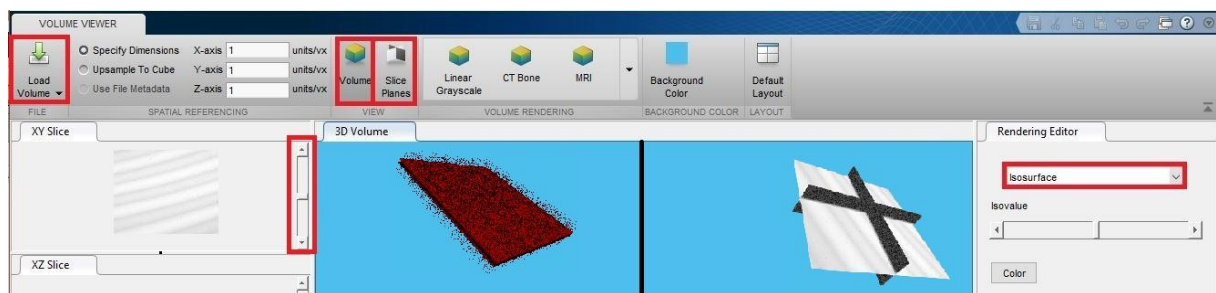

Abbildung 11: Oberfläche des VolumeViewer
- Im **Volume-Menu**  bietet sich, zur geeigneten Darstellung der Probe, die Einstellung „Isosurface“ an (s. rechts in Abb. 11). Dort kann durch Änderung des „Isovalue“ das Hintergrundrauschen bis zu einem beliebigen Graustufenwert unterdrückt werden.